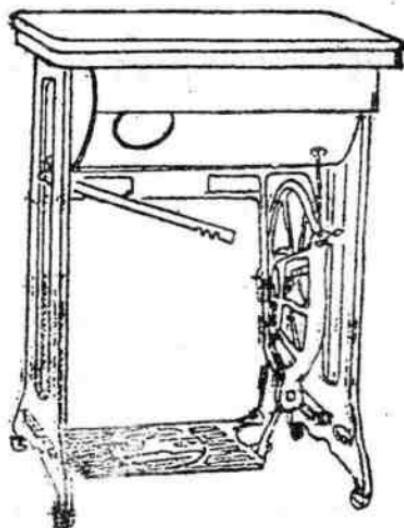

图 1-13 茶几式缝纫机
6. 茶几式 这种缝纫机是藏式的新品种（图 1-13），工作台面大，占地面积小，不缝纫时可作茶几使用，小巧玲珑。